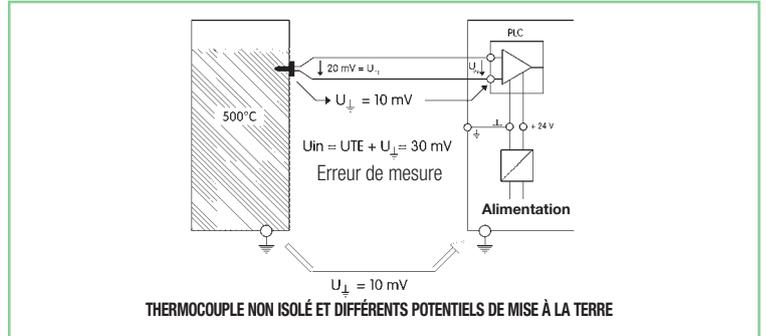

figure 3
- Isole et sépare électriquement le circuit du détecteur du circuit de contrôle et du circuit d'alimentation ; par conséquent, chaque circuit travaille par rapport à son propre potentiel zéro qui, étant isolé des autres circuits, ne peut pas être altéré par les différences de potentiel toujours présentes entre différentes références de mise à la terre. (figures 3 et 4)